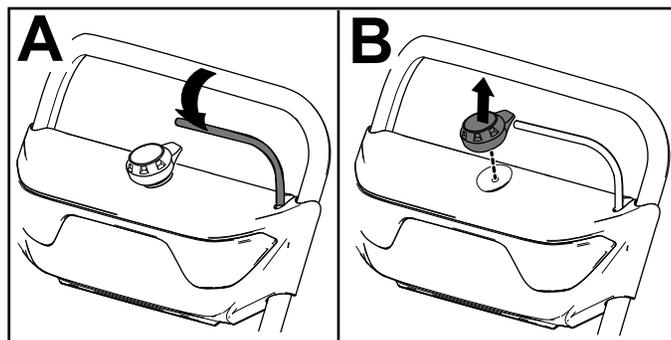

Рисунок 13
1. Отпустите штангу (вид А на Рисунок 13).
2. Выньте кнопку электрического запуска из электрического стартера (вид В на Рисунок 13).